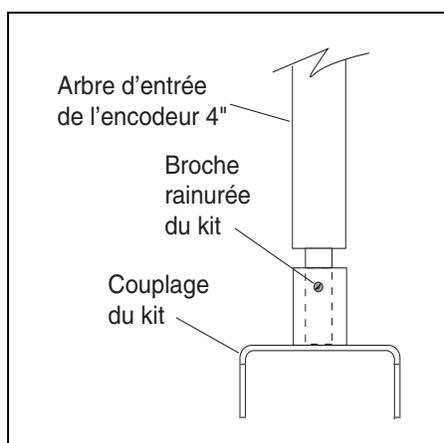

Figure 18. Fixation du raccord à l'arbre adaptateur Neptune
16. Avec le jeu d'extrémité dans les limites, prenez le raccord et la broche rainurée du kit et fixez le raccord au bas de l'arbre d'entrée avec la broche placée comme illustré à la Figure 18.